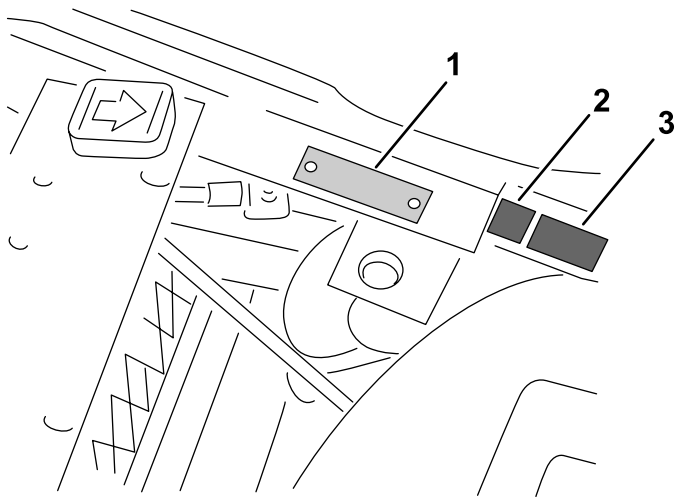

図 13
- CE マークステッカーと製造年ステッカーを、フットレストサポートにあるシリアル番号プレート付近に貼りつける 図 13。